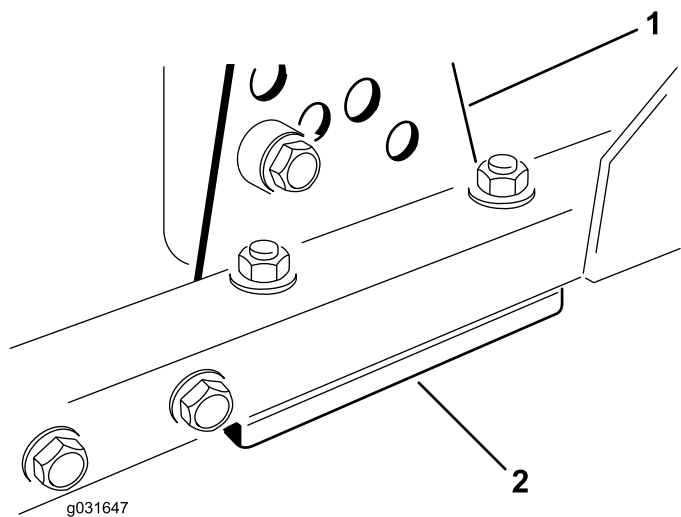

图 70
1. 从刀盘架上拆除剪草高度支架前、左或右 图 70。
- 在刀盘架与剪草高度支架之间增、减 1.5mm 薄垫片和/或 0.7mm 薄垫片以达到所需的剪草高度设置图 70。
- 安装剪草高度支架到刀盘架剩余薄垫片集中放到剪草高度支架的下方图 70。